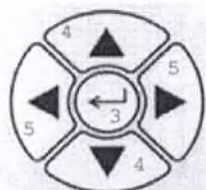

Рисунок 13. Пульт управления: кнопки выбора
3. Выберите анатомическую часть, которую надо запрограммировать, используя кнопки выбора 4 пульта управления (рисунок 13).
5. Выберите кВ и/или мАс, а так же один из трех вариантов толщины используя кнопки выбора 5 (рисунок 13).
6. Увеличьте и/или уменьшите значения кВ и мАс, используя кнопки выбора 4 (рисунок 13).
7. Нажмите три раза кнопку 3 (рисунок 13), чтобы сохранить выбранные параметры.